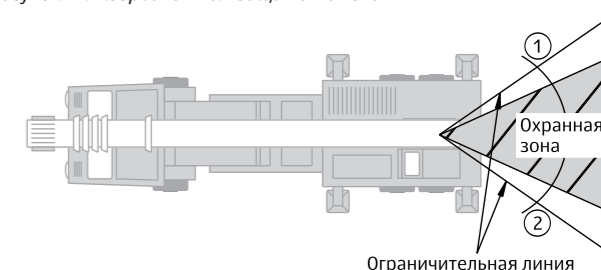

Рисунок 12. Координатная защита «Поворот влево», «Поворот вправо»
- «поворот влево», «поворот вправо» (рисунок 12).
- осуществить поворот стрелы до границы охранной зоны, представленной в виде воображаемой вертикальной плоскости, проходящей через ось вращения поворотной платформы крана (рисунок 12);